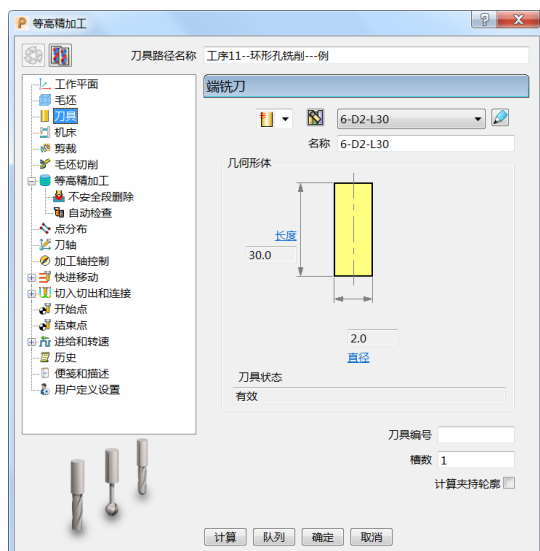

图 5-85
- 3) 刀具：选择“ $\phi 2$ 立铣刀”，伸出 30mm 即可。(图 5-85)